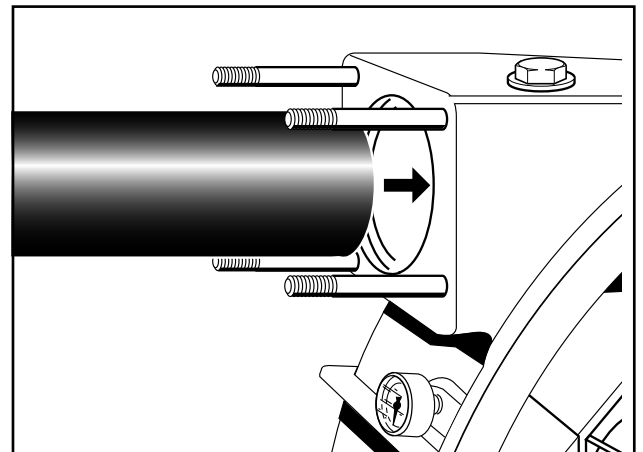

Fig. 18 Montering af den nye fødeslange
3. Indfedt en ende af fødeslangen med lidt glidemiddel og skub den ind i åbningen på pumpens sugeside (fig. 18), til slangen støder imod. Lad glidemiddel dryppe ind i vakuumkanalen.